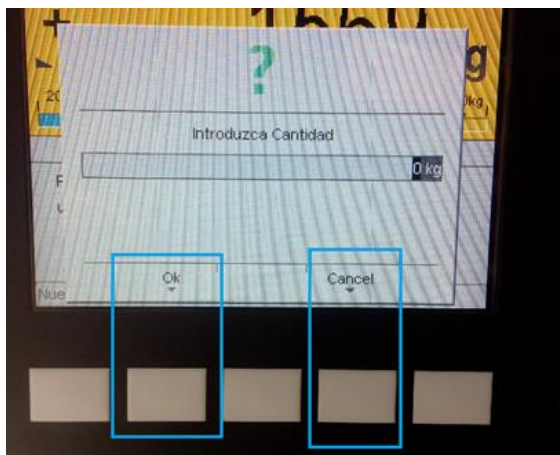

Figura 4. Ventana de retirada de nitrógeno.
4. Tras introducir correctamente la contraseña, se solicita el número de kilos que se desea retirar (ver figura 4).